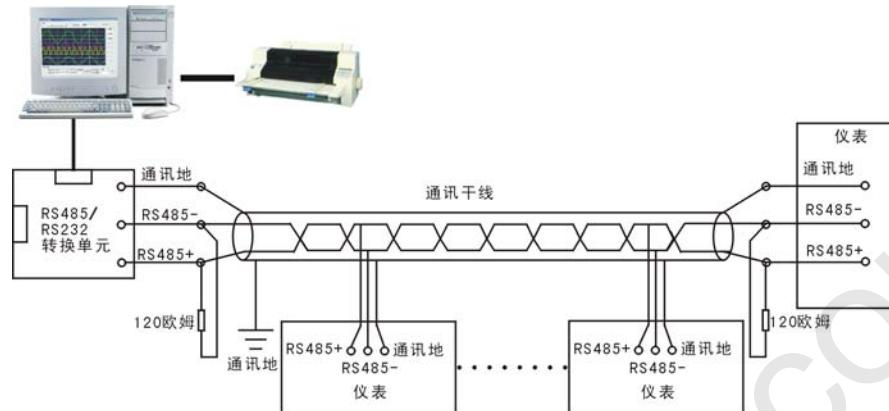

图 7.2 RS-485 通信接线方法
- ◆ 本系列无纸记录仪的 RS-485 通讯线采用屏蔽双绞线，其一端通过 RS-232/485 转换模块接到计算机的串行通信口，另一端接到记录仪通讯端子，其连接方式如图 7.2 所示：